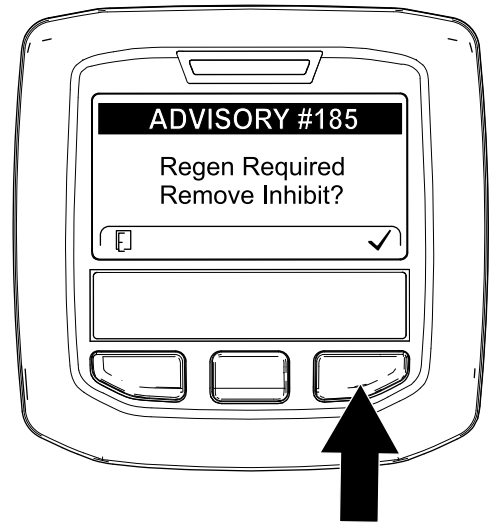

Figura 40
**Nota:** Si INHIBIR REGENERACIÓN está en ACTIVADO, el InfoCenter muestra el AVISO N° 185 (Figura 40). Pulse el botón 3 para poner Inhibir regeneración en DESACTIVADO y continuar con la regeneración de reinicio.